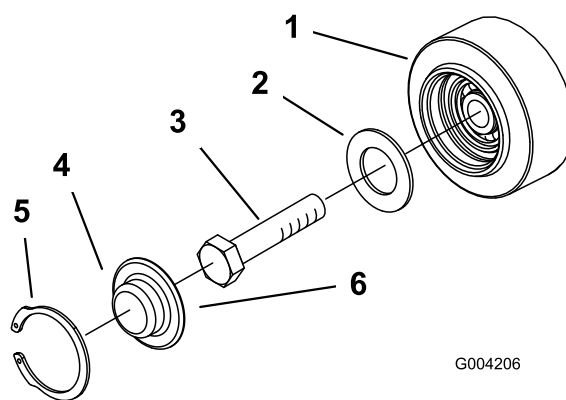

Figure 42
3. Déposez le jonc d'arrêt et le chapeau d'un galet de roulement (Figure 42).
4. Vérifiez la graisse sous le chapeau et autour du joint (Figure 42). Si elle est encrassée, granuleuse ou en quantité insuffisante, enlevez toute la graisse, remplacez le joint et ajoutez de la graisse neuve.
6. Placez le chapeau de galet de roulement sur la tête du boulon (Figure 42).
7. Fixez le chapeau avec le jonc d'arrêt (Figure 42).